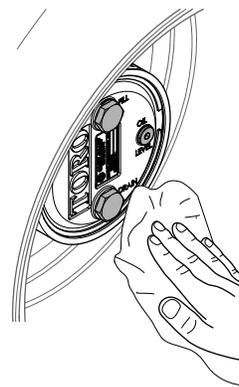

Figura 105
3. Pulite l'alloggiamento degli ingranaggi planetari e la scatola del freno (Figura 105).